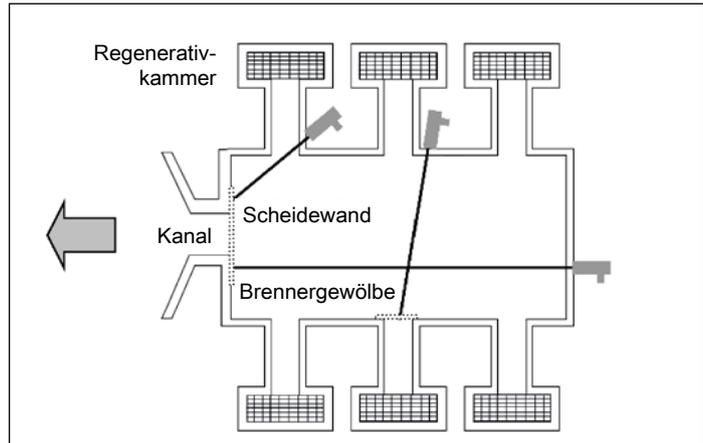

Abb. 2: Messpunkte im Innern des Schmelzofens
- an der Scheidewand (Abb. 2),
- am Brennergewölbe (Abb. 2 + 3).